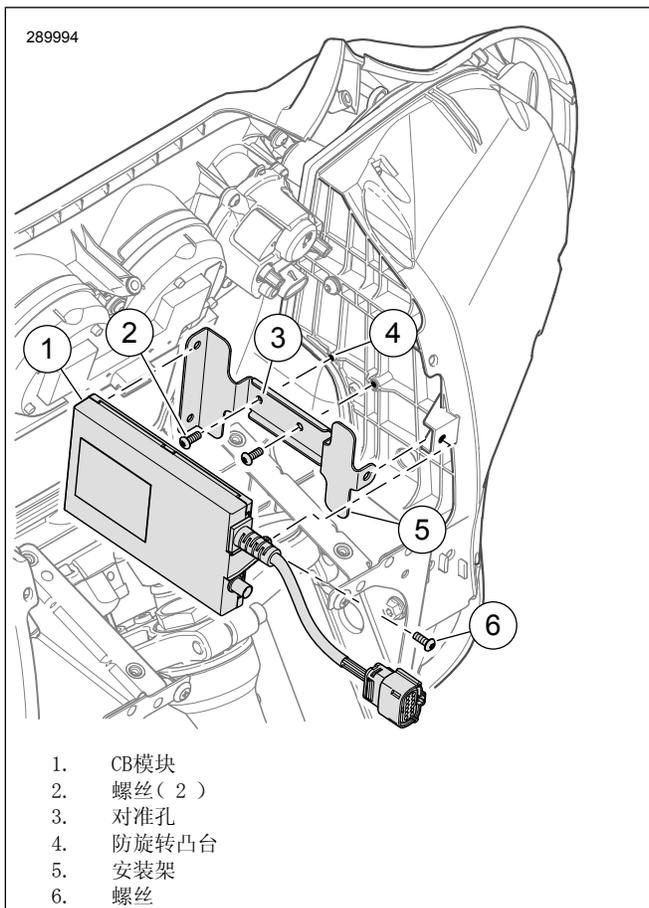

图2。安装CB模块：车叉安装式挡风板
1. 参见图2。将安装架(5)上的孔(3)对准防旋转凸台(4)。